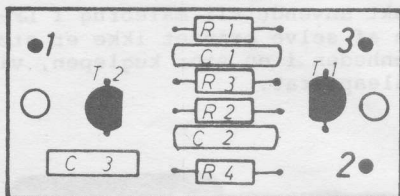

FIG.2
1. Først monteres modstandene R1 til R4 efter fig. 2; lod under montagen.
4. Transistorerne T1 og T2 monteres, således at den røde prik vender samme vej som den sorte prik på fig. 2.